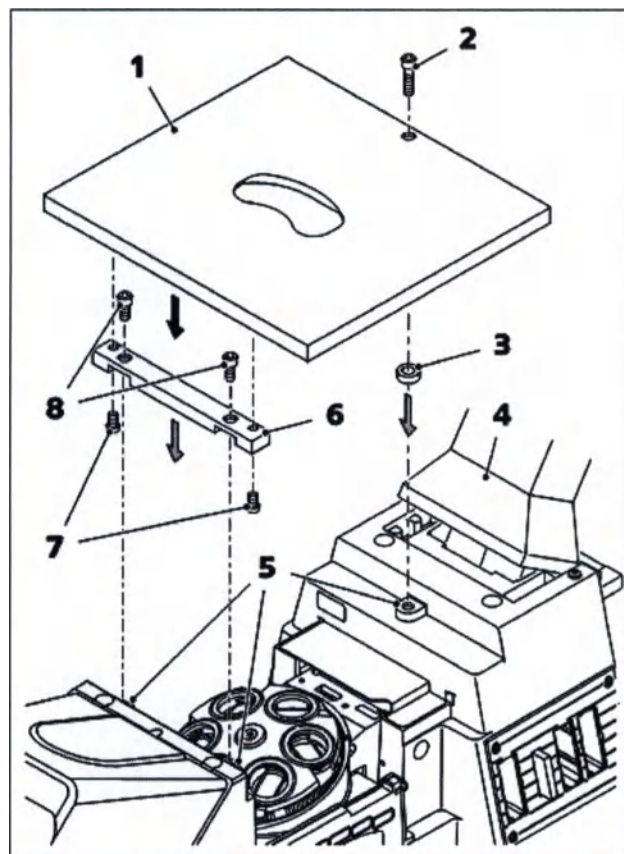

Рис. 28
- Для удобства сборки можно наклонить держатель осветителя для работы в проходящем свете (рис. 28/4).
- Закрепите проставку (рис. 28/6) к двум передним точкам крепления (рис. 28/5) двумя более короткими винтами (рис. 28/8).
- Установите шайбу (рис. 28/3) на заднюю точку крепления.
- Установите предметный столик (рис. 28/1) на штатив и привинтите его сверху к задней точке крепления при помощи более длинного винта (рис. 28/2). Убедитесь, что винт прошел и через отверстие, и через шайбу.
- Закрепите столик на проставке снизу при помощи двух винтов (рис. 28/7): левого и правого.
- Затяните задний винт (рис. 28/2).
- Переместите держатель осветителя для работы в проходящем свете (рис. 28/4) назад и поверните держатель конденсора в крайнее верхнее положение.
- Осторожно переместите держатель осветителя для работы в проходящем свете (рис. 28/4) обратно в переднее положение. Убедитесь, что конденсор не достигает образца или вставки.